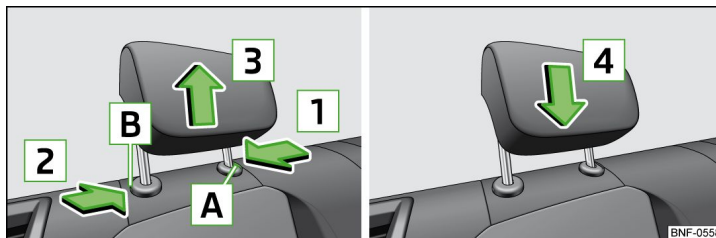

Fig. 47 Tetiere spate: demontare/montare
- Apăsați tasta de siguranță **A** și mențineți-o n direcția săgeții **1** » fig. 47.